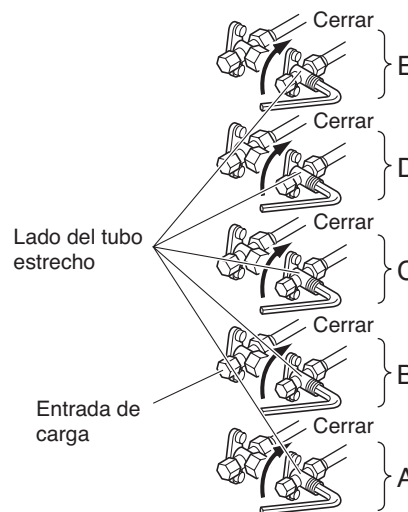

Fig. 22
- (1) Cierre completamente los vástagos de las válvulas del lado de los tubos estrechos A, B, C, D y E. (Consulte la Fig. 22.)